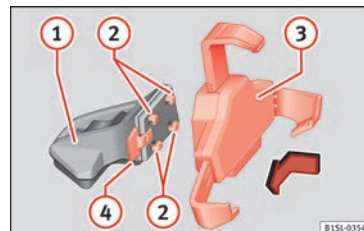
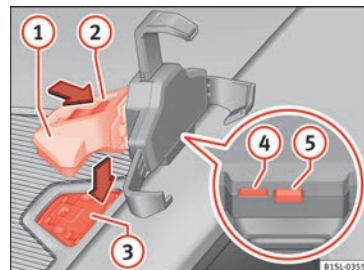

Bild 134 Montera den universella basen och länkmarmen.
Bild 135 På mittkonsolen: Stäng mellanrummet för infotainmentsystemets hållare.
- Tryck på frigöringsknappen »» bild 135 ⑤ tills den övre armen av den universella basen lossnar.
- Placera smartphonen i de nedre fästena. Tryck på knappen »» bild 135 ④ för att ställa in de nedre fästena.
- Håll i den universella basen »» bild 134 ③ och tryck på frigöringsknappen »» bild 134 ④.
- Håll stödarmen »» bild 135 ① och frigöringsknappen »» bild 135 ④ i pilens riktning.
- Sätt in den universella basen »» bild 134 ③ i uttagen ② på stödarmen ①.
- Flytta den universella basen i sidled mot låset ④ tills den klickar på plats »» △.
- Placera stödarmen »» bild 135 ① i fästarmen »» bild 135 ③ uppifrån och tryck nedåt tills du hör att den låser fast »» △.